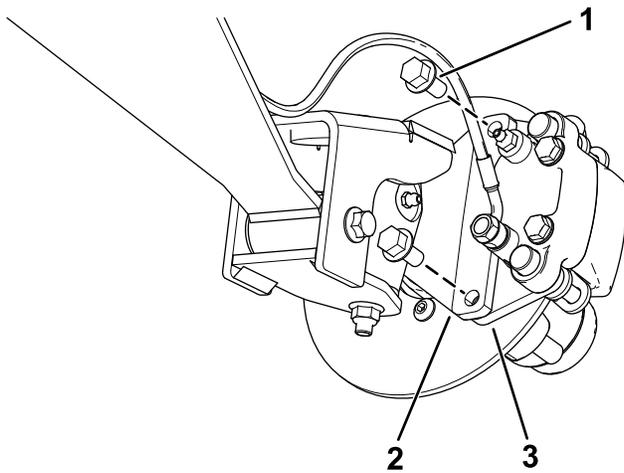
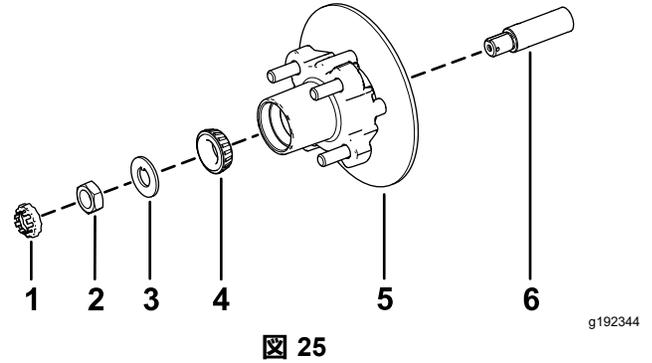

図 21
図 25
3. ブレーキアセンブリ用のブラケットをスピンドルに固定しているフランジヘッドボルト $\frac{3}{8}$ " x $\frac{3}{4}$ "を外してスピンドルからブレーキを取り外す 図 21。
1. スピンドルに所定のグリスを薄く塗る 図 25。
2. ハブとロータをスピンドルに取り付ける。ロータを内側にする 図 25。
3. スピンドルに外側ベアリングを取り付けてレースにはめる 図 25。
4. スピンドルにタブワッシャを取り付ける 図 25。
5. スピンドルにスピンドルナットを取り付け、ハブを回してベアリングを着座させながらナットを $15 \text{ N}\cdot\text{m} 1.52 \text{ kg}\cdot\text{m} = 11 \text{ ft}\cdot\text{lb}$ に締めつける 図 25。
2. ブレーキパッドをロータのそれぞれの側に合わせ 図 21、キャリパブラケットの穴と、スピンドルフレームのブレーキ取り付け部の穴を整列させる 図 25。
3. キャリパブラケットをスピンドルフレームに固定する 図 21 フランジヘッドボルト $\frac{3}{8}$ " x $\frac{3}{4}$ " 2本を使用する。